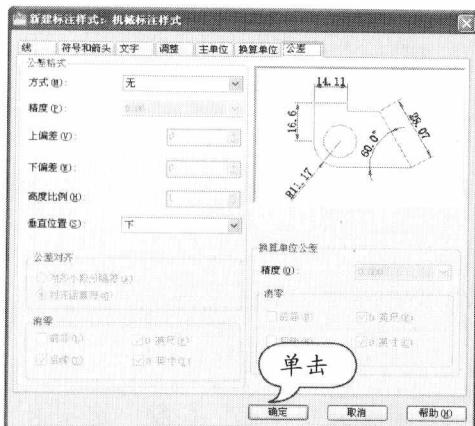

图 1-28 公差设置
**STEP 08** 公差设置。在“公差”选项卡中进行公差设置，然后单击“确定”按钮，如图 1-28 所示。